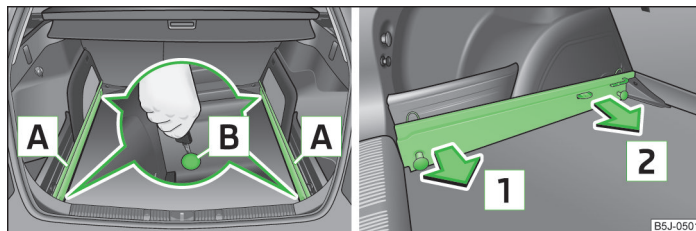

Fig. 52 Défaire les points de fixation/extraire les glissières de support
- Défaitez les points de fixation **B** » fig. 52 sur les glissières de support à l'aide de la clé du véhicule ou d'un tournevis plat.
- Appuyez jusqu'en butée sur les deux points de fixation **B** » fig. 52 de chaque glissière de support.